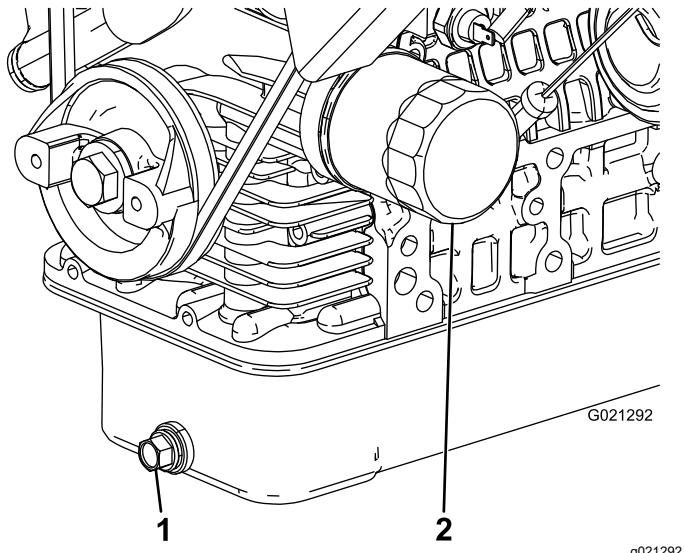

Figura 37
2. Retire o tampão de escoamento e deixe o óleo escorrer para um recipiente adequado (Figura 37).
- 4. Retire o filtro do óleo (Figura 37).